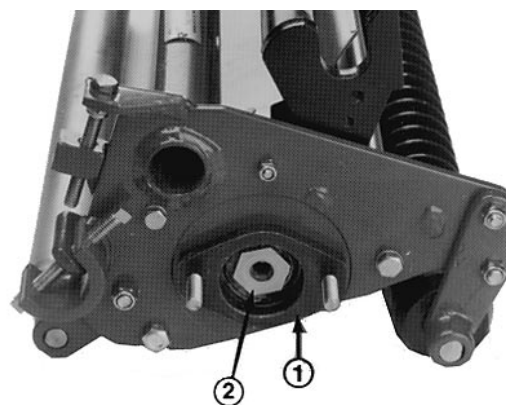

Fig. 11
3. Togliere il dado di regolazione del cuscinetto grande dal lato contrappeso dell'albero del cilindro ed il dado scanalato speciale (Fig. 11) dal lato opposto dell'albero del cilindro.